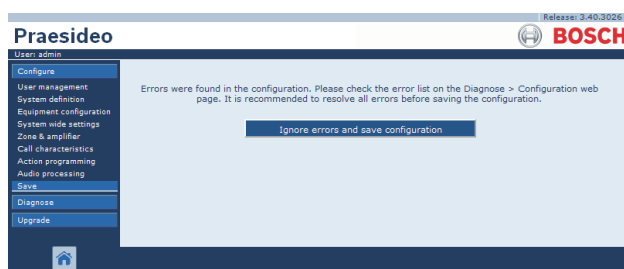

figura 41.6: Finestra Ignore errors and save configuration (ignora errori e salva configurazione)
- Quando viene rilevato un problema, viene visualizzato un messaggio per indicare la presenza di problemi di configurazione da risolvere prima. È comunque possibile ignorare gli errori e salvare la configurazione per continuare tale configurazione in un momento successivo. Viene visualizzato un solo pulsante: *Ignore errors and save configuration*. Vedere figura 41.6.